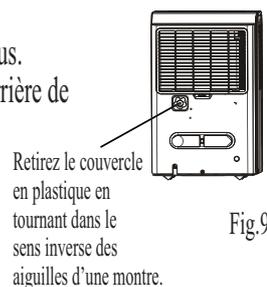
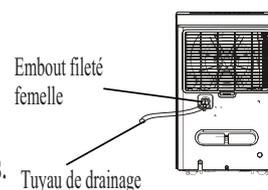

Fig.9
Fig.10
- Retirez le couvercle en plastique de la sortie de drainage à l'arrière de l'appareil et mettez-le de côté, puis insérez le tuyau de drainage dans la sortie de drainage et raccordez-le au siphon de sol ou à un équipement de drainage approprié (voir fig. 9 et fig. 10).